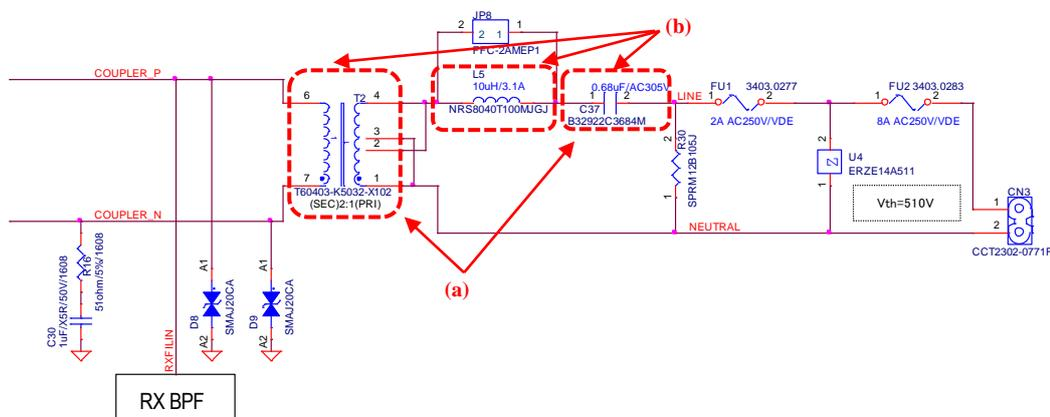

Figure 3-17 CENELEC-A 帯の EN50065-7 対応インピーダンス対策例
- 3kHz-9kHz における RX インピーダンスは、C37 と T2(主インダクタンス)の共振により、EN50065-7 対応インピーダンス規格が未達となる場合があります。その共振によるピークを 3kHz-9kHz の外側に移動させるため、Figure 3-17 の(a)の部分の T2 の T60403-5032-X102 の 2:1 使用時の主インダクタンスに対して C37=0.68uF と設定することを推奨します。
- 95kHz-148.5kHz における TX インピーダンスは、Figure 3-17 の(b)の部分の C37 と(L5+T2 漏洩インダクタンス)の共振周波数により、EN50065-7 対応インピーダンス規格が未達となる場合があります。L5 +T2 漏洩インダクタンスと C37 の共振周波数が、CENELEC-A 帯の帯域内に入るように設定してください。C37=0.68uF の場合、L5=10uH を挿入することを推奨します。